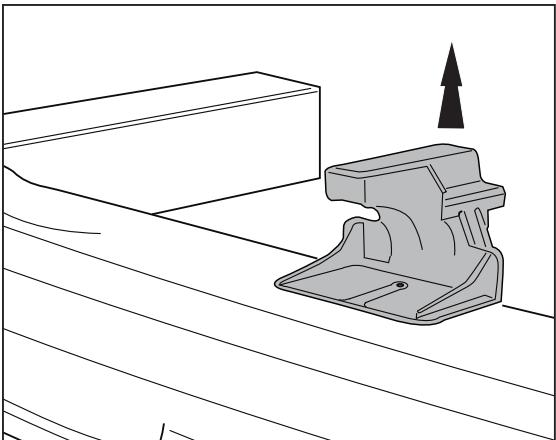

Fig. 1
- 2а. Демонтируйте антенну. См. рисунок 1.